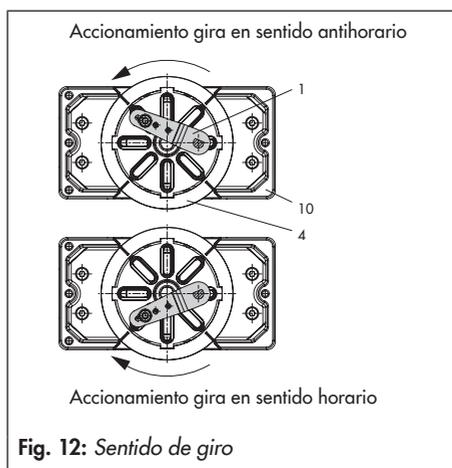

Fig. 12: Sentido de giro
6. Donde sea necesario, montar el conector para manómetro (7) con manómetro o si se requieren roscas de conexión G 1/4, la placa de conexiones (6), asegurando que las juntas (6.1) se alojen en su lugar. En accionamientos de doble efecto sin resortes, se necesita montar un amplificador-inversor, ver cap. 4.6.
8. Colocar el posicionador en la caja adaptadora (10) y fijarlo. Teniendo en cuenta el sentido de giro del accionamiento, alinear la palanca (1) para que quede en la ranura de la rueda de acoplamiento con su pin (fig. 12).